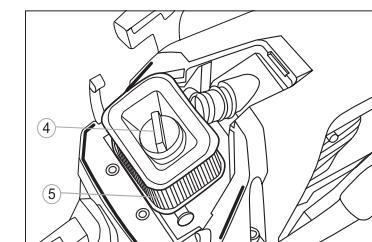

Рис. 25
2. Отвъртете гайка 4 (рис. 25) и извадете филтър 5.